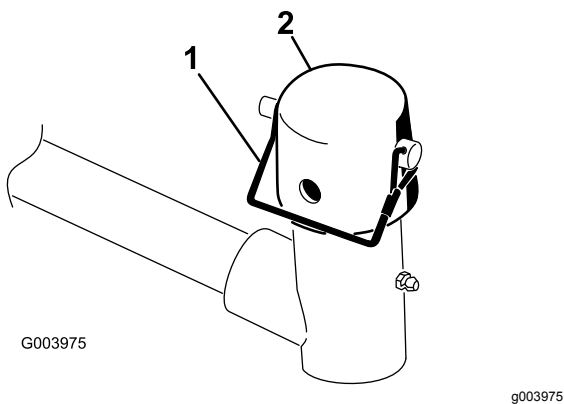

Figura 10
7. Retire o pino de sujeição da forquilha da articulação do braço de elevação. Em seguida, retire a tampa (Figura 10).
11. Prenda a tampa e o veio da estrutura de suporte à forquilha do braço de elevação com o pino de encaixe (Figura 10).